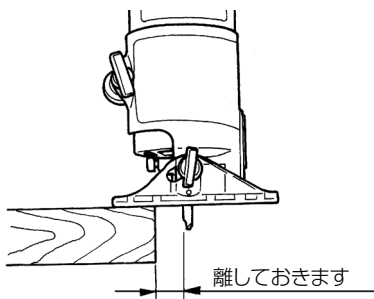

図 10
- (1) スイッチを入れるときは、ビットを材料からはなし、本体をしっかり保持した状態で入れてください。(図10)